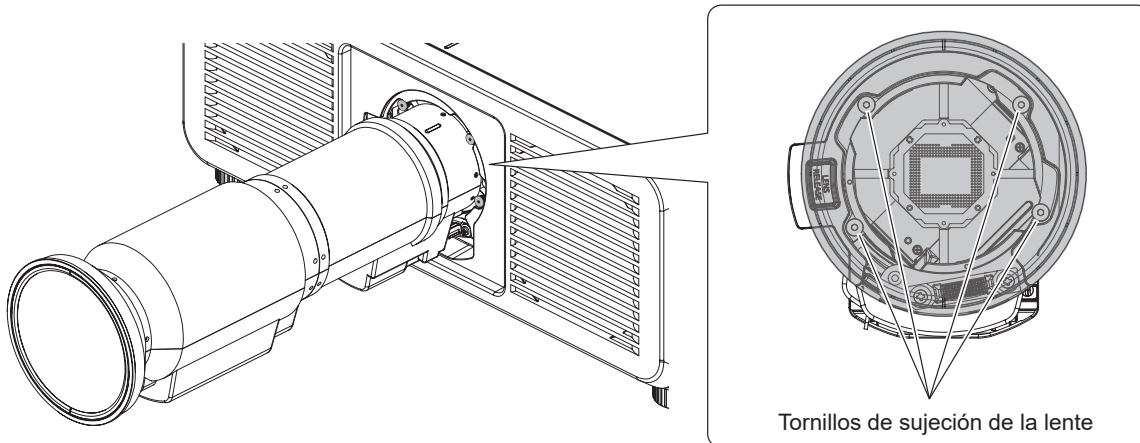

Figura 1
- 1) Afloje los cuatro tornillos de fijación de la lente con el destornillador hexagonal de punta redondeada hasta que giren libremente. (Figura 1) (Solo para la unidad ET-C1U100)**